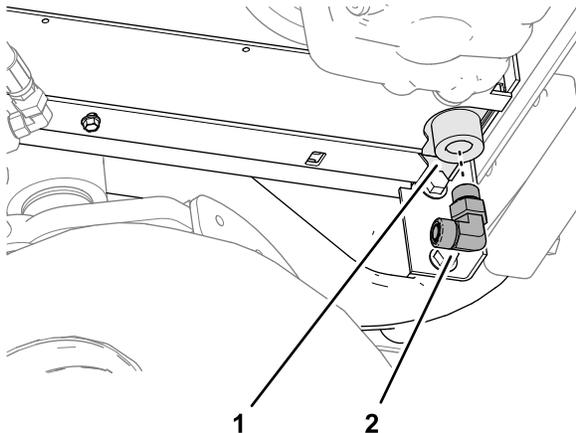

図 29
1. ラジエターの前下角部で、90° フィッティング-8 O リングフェースシール / $\frac{3}{4}$ " SAE を、図 29 に示すようにオイルクーラの出口に取り付ける。